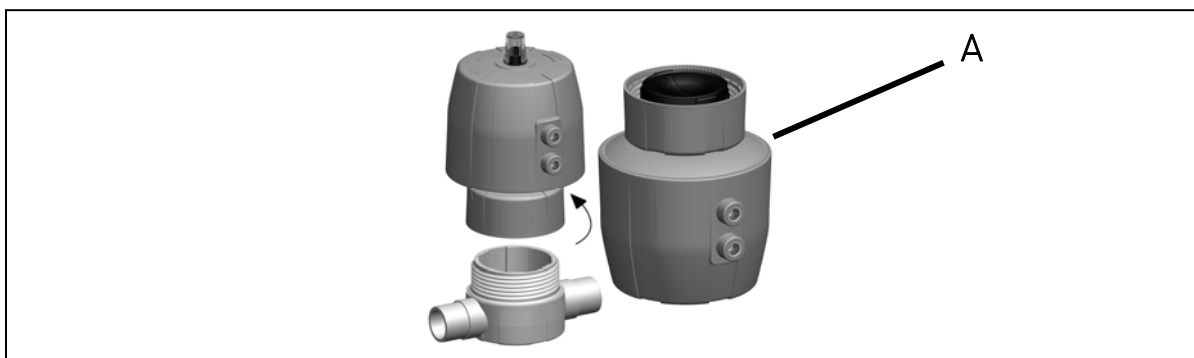

Fig. 21
- Ouvrir l'écrou du boîtier A avec une clé de vanne à sangle/ outil spécial et enlever le servomécanisme, voir Fig. 21